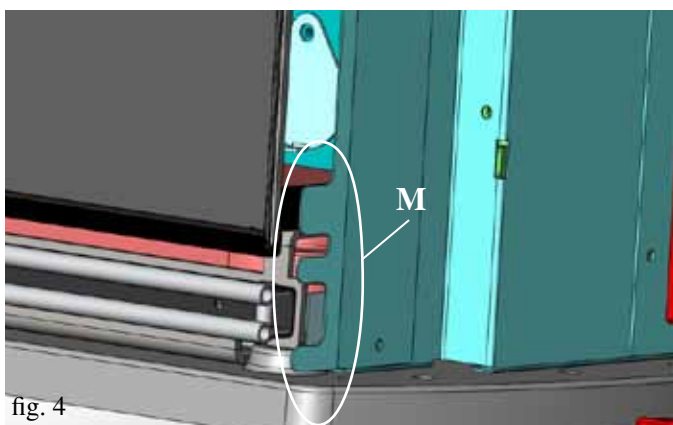

fig. 4
- Accostare dal fianco ciascun elemento in ceramica facendo calzare le cave (L presenti all'estremità del bordo anteriore) sul profilo verticale in lamiera dentata della struttura (M - fig. 4).